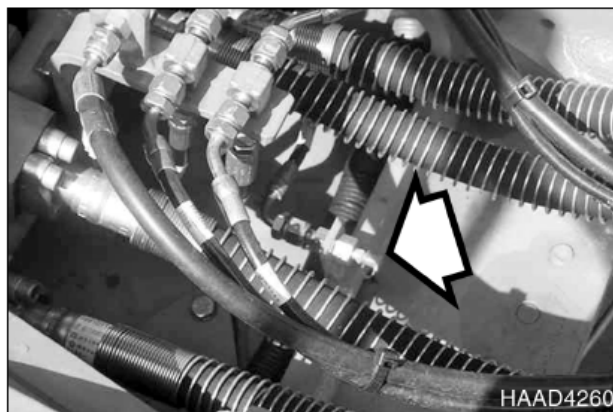

Рис. 73
1. Смазать дистанционный фитинг (рис. 73) для механизма редуктора поворота.